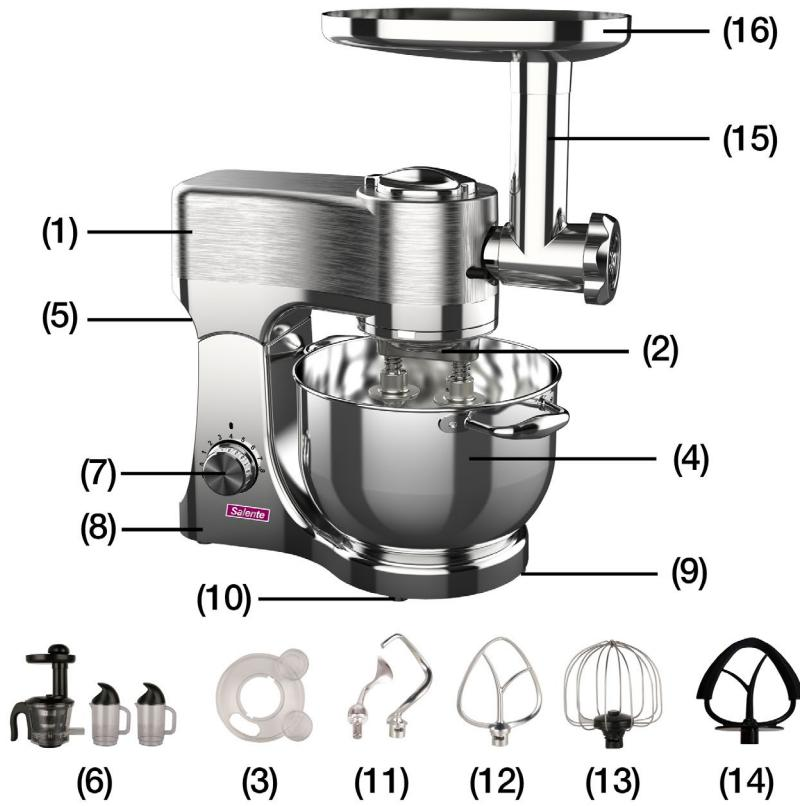
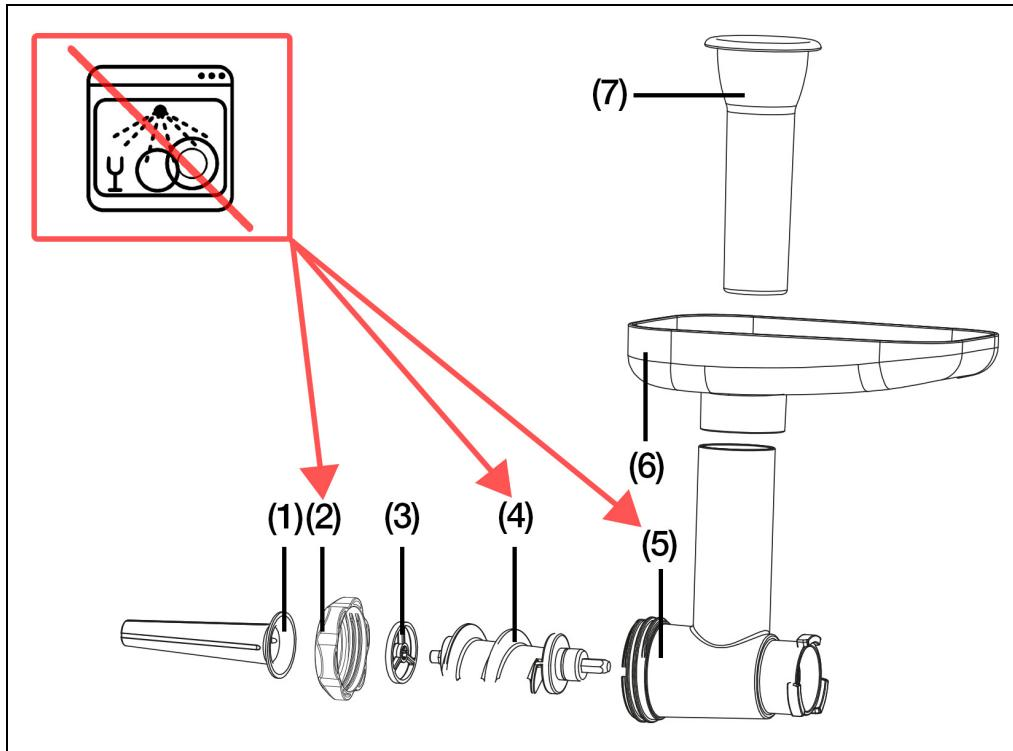

Fig. 1
Fig. 5
1. Ridicați butonul de ridicare (5), fig. 1, deblocați partea superioară a aparatului și ridicați-o.
2. Introduceți bolul (4) cu alimente în partea inferioară și rotiți-l în sensul acelor de ceasornic.
3. Introduceți unul dintre următoarele accesorii în unitatea (2): cârlige de frământat (11), paletă de amestecat (12), tel (13) sau paletă flexibilă (14) și apoi rotiți-le în sensul acelor de ceasornic.
Asamblați mașina de tocata carne conform instrucțiunilor și ataşați-o în sens invers acelor de ceasornic la partea din față a capului aparatului, așa cum se arată în Fig. 1.
Asamblați tăietorul de legume conform instrucțiunilor de mai sus și, prin mișcarea în sens invers acelor de ceasornic, fixați-l în partea frontală a capului aparatului, în același loc în care este fixată mașina de tocata carne, potrivit fig. 1.
- Asigurați-vă că tensiunea indicată pe plăcuța de identificare corespunde cu tensiunea de la rețeaua dumneavoastră. Plăcuța de identificare poate fi găsită pe partea inferioară a blocului motor. Motorul trebuie să fie întotdeauna oprit înainte de a conecta dispozitivul la rețeaua de alimentare. Comutatorul de viteze (7) - Fig. 1 trebuie să fie setat pe „0”.
1. Înainte de curățare, asigurați-vă că comutatorul de viteze (7), Fig. 1 este în poziția „0” și că aparatul este deconectat de la priză.
4. Nu scufundați niciodată partea principală a dispozitivului (1) și (8) în apă.
5. **Părțile din aluminiu ale polizorului (2), (4) și (5) din Fig. 5 nu pot fi spălate în mașina de spălat vase. Există riscul ruperii stratului protector.** Bolul poate fi curătat, de asemenea, cu apă caldă și detergent, dar nu folosiți detergenți abrasivi concepuți pentru curățarea profundă și intensivă a suprafețelor.